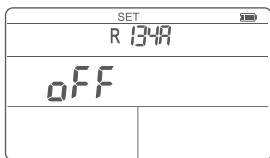

Fig.9 Interface de desligamento automático
2. Pressione a tecla  duas vezes para mudar para a configuração de desligamento automático [FIG.9].
3. Pressione a tecla  ou  para definir o tempo de desligamento automático (5, 10, 15, 30 ou 60 min). [FIG.9]